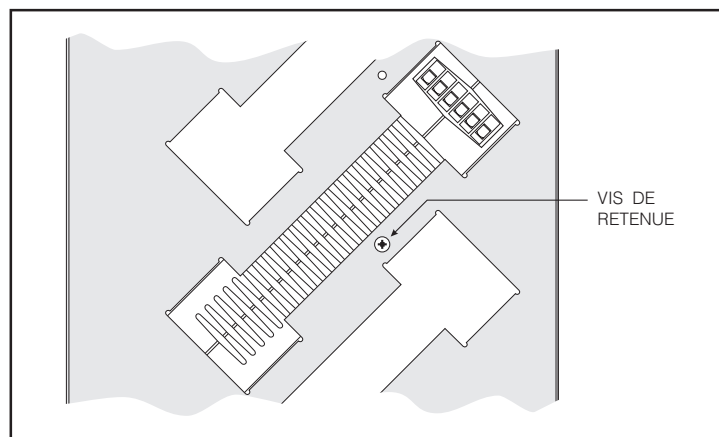

Fig. 1-1 : Emplacement de la vis de retenue
5. Retirez la vis de blocage (si elle est en place) du côté gauche du module (voir Fig.1-1).
2. Au besoin, fixez le module au STACKER en insérant une vis de retenue appropriée sur le côté gauche (voir Fig.1-1).